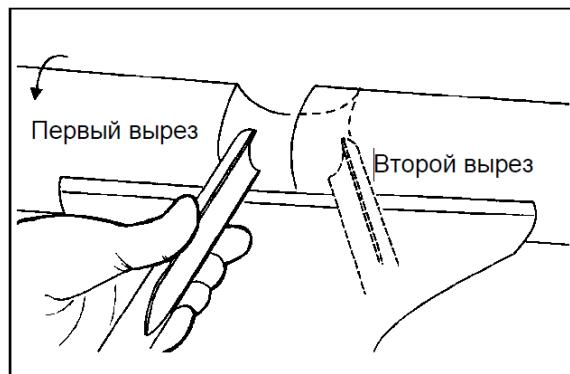

Рис. 10-7: обработка полостей
1. Возьмите трубчатый резец. Протачивайте заготовку краем резца, повернув желоб на 90° к заготовке и двигаясь по направлению к нижней точке полости. См. Рис. 10-7. **Закончите обработку в нижней точке;** попытка обработки из глубины к поверхности заготовки может привести к застrevанию резца.